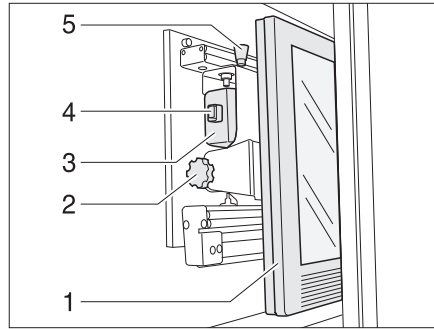

Fig. 103 Mobiletto porta TV
- Premere il bottone di sbloccaggio (Fig. 103,5) e tirare in avanti il supporto per lo schermo piatto per l'impugnatura (Fig. 103,4) fino all'arresto.
- Tirare il bottone di sbloccaggio (Fig. 103,1) e inclinare lo schermo piatto (Fig. 103,2) nella posizione desiderata.
- Svitare la vite a testa cilindrica zigrinata (Fig. 103,3).